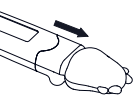

Figura 3
- Levare il coperchio della batteria come mostrato nella Figura 3.